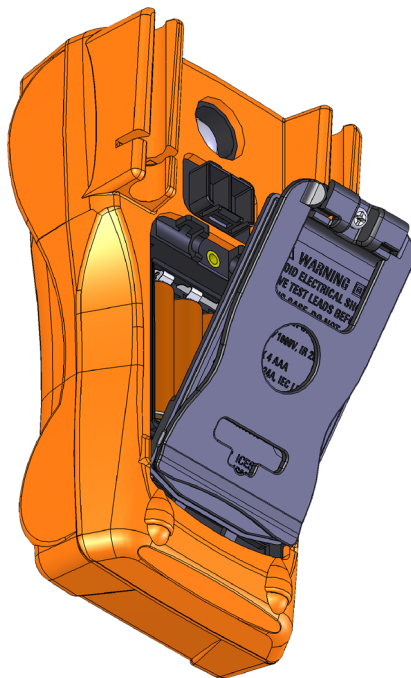

Figure 1-1 Installation des piles
- 1 Ouvrez le compartiment des piles.** A l'aide d'un tournevis cruciforme, retirez la vis et enlevez le capot, comme indiqué dans la Figure 1-1.